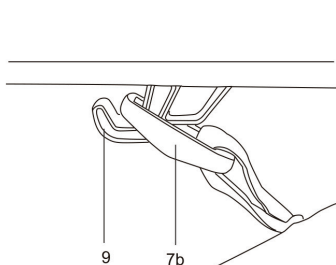

Fig. 3
3. Enganche el asa para colgar (7b) de la bolsa recolectora (7) al gancho (9) ubicado en la parte inferior del tubo inferior (12). (Ver Fig. 3)